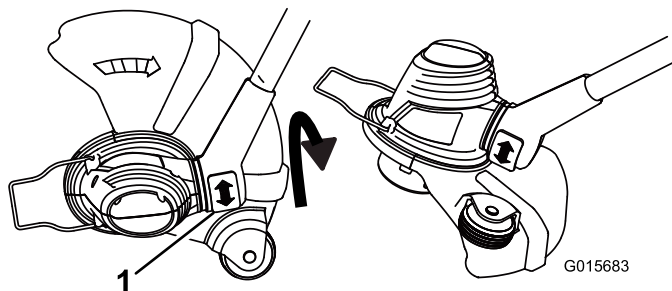

Figure 12
- Pour régler l'orientation de la base, appuyez sur le bouton de rotation situé au bas de l'arbre, puis tournez la base dans la direction voulue (Figure 12).